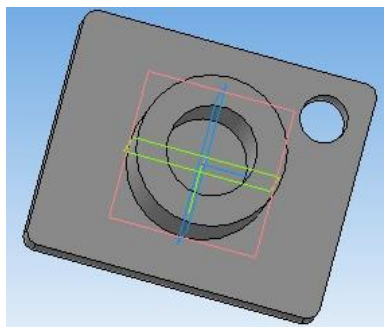

Рис. 6. Направление выдавливания
16. Примените операцию **Вырезать выдавливанием** . Задайте необходимое расстояние выдавливания – **20 мм**. При необходимости измените направление выдавливания  (рис. 6).